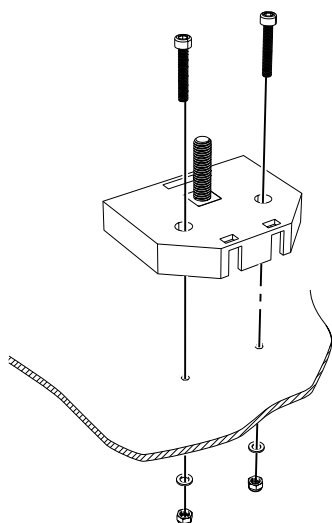

Bild 22. Skruva fast säkringshållaren
1. Skruva fast säkringslådan med de medföljande skruvarna (2 st. M4x25) + brickor och mutter, se Bild 22.